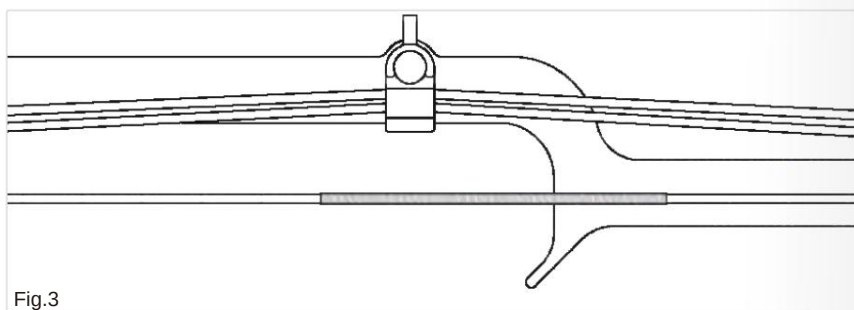

Fig.3
- Kabelskyderen har indbyggede riller for at forhindre, at de to kabler gnider og flosser. (Fig. 3)